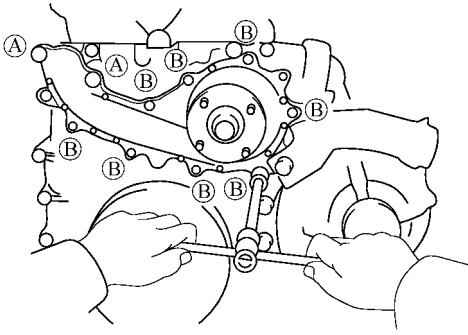

图 4-5 安装水泵
(1) 安装水泵。用 10 个螺栓安装新垫片和水泵，如图 4-5 所示。